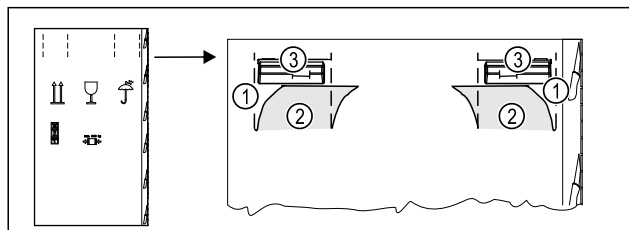

Fig. 5
- ▶ Verpackungskarton oben an der Perforierung Fig. 5 (1) eindrücken.
- ▶ Eingedrückte Laschen Fig. 5 (2) herausziehen.
- ▶ Tragegriff Fig. 5 (3) rechts und links ist sichtbar.
- ▶ Gerät an den Tragegriffen Fig. 5 (3) halten.